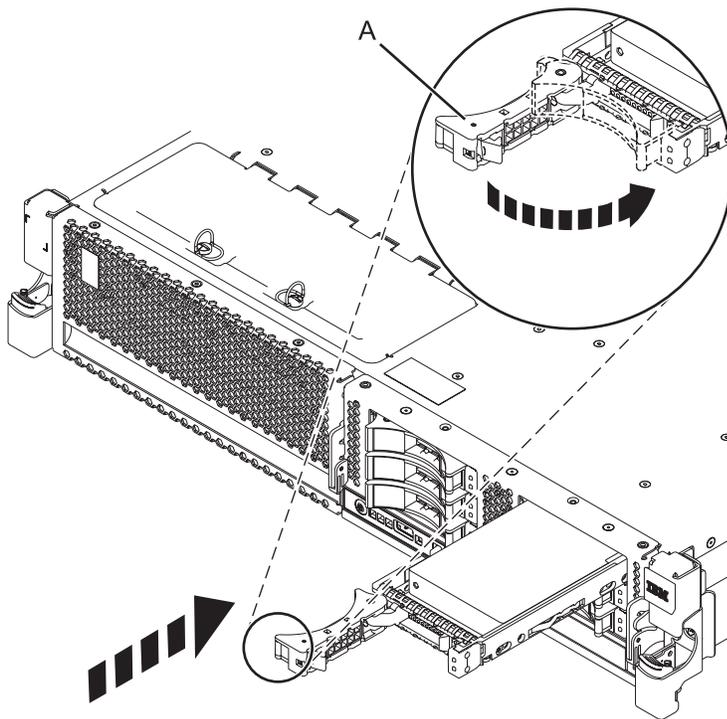

Abbildung 6. Laufwerk im System installieren
4. Schieben Sie das Laufwerk ganz in das System oder die Erweiterungseinheit ein und verriegeln Sie es dann, indem Sie den Griff des Laufwerks (A) eindrücken, bis er einrastet (siehe Abb. 6).